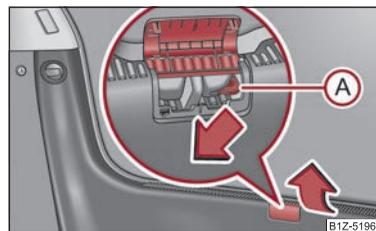

Fig. 30 Déverrouillage de secours de la malle AR
- Levez le cache de la serrure vers le haut ⇒ fig. 30.
- Au moyen d'un objet effilé, par ex. un tournevis, poussez le levier de commande (A) à fond dans le sens de la flèche; la malle arrière est déverrouillée.